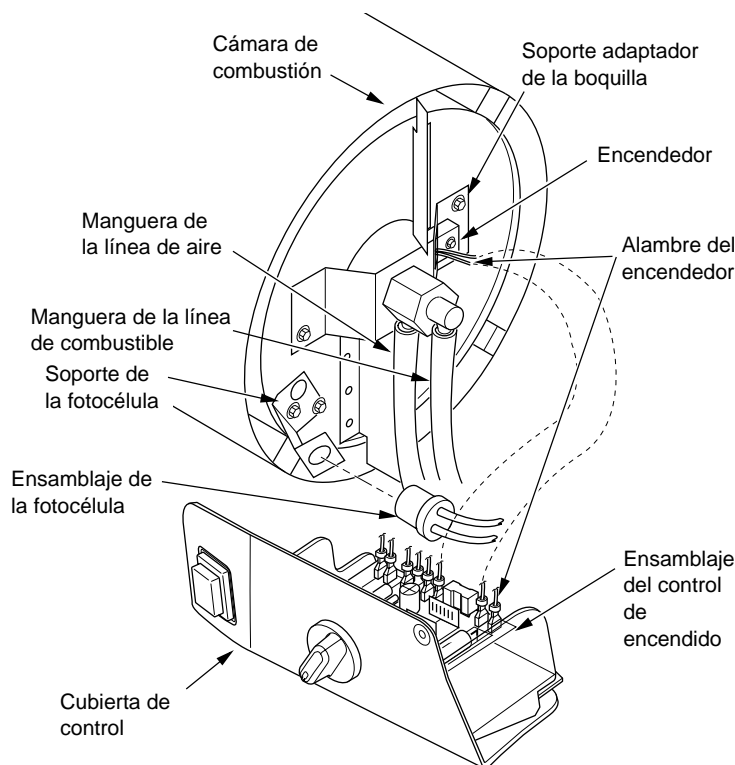

Figura 12 - Desconexión de los alambres del encendedor del ensamblaje del control de encendido (se muestran modelos 125T, 170T)
4. Desconecte los alambres del encendedor del ensamblaje del control de encendido (consulte la figura 12). Pase los alambres del encendedor a través del orificio en la cubierta inferior.
5. Desconecte la manguera de la línea de combustible y la manguera de la línea de aire. Desmonte la fotocélula del soporte de la fotocélula (consulte la figura 12).
11. Pase los alambres del encendedor nuevamente hacia abajo a través del orificio en la cubierta inferior. Conecte los alambres al encendedor del ensamblaje del control de encendido (consulte la figura 12).